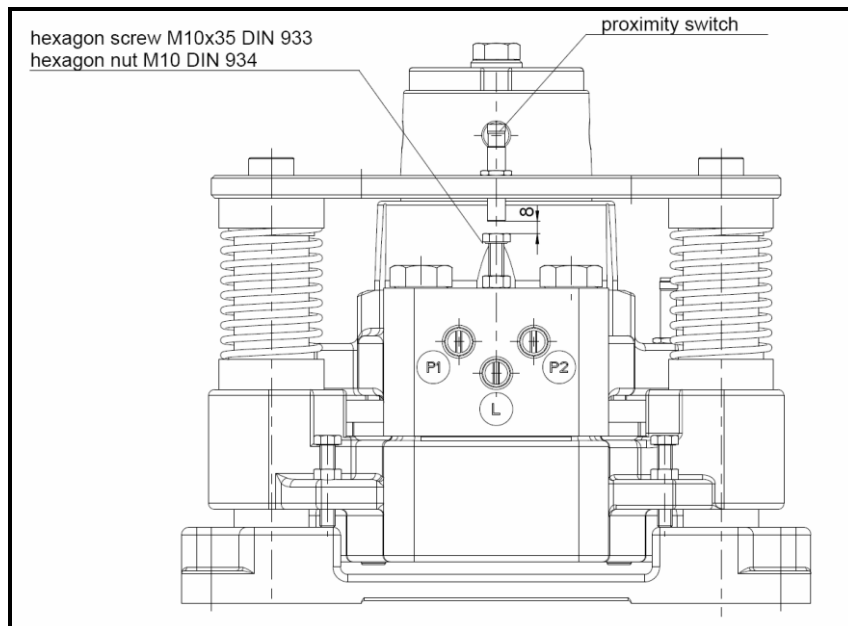

Fig. 12.5
Le capteur inductif de proximité doit être positionné selon la Fig.12.5. Si la garniture de frein est usée, la distance entre le capteur inductif de proximité et la tête de vis devient plus petite. Une fois la limite atteinte, le capteur inductif de proximité émet un signal et la LED du capteur de proximité doit s'allumer.
- Vissez la vis hexagonale M10x35 DIN 933 avec l'écrou hexagonal M10 DIN 934 dans le boîtier de frein comme sur la Fig. 12.5